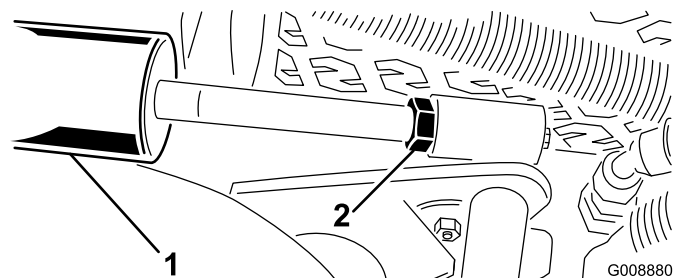

Рисунок 29
- А. Опустите режущие блоки и ослабьте затяжку контргайки на цилиндре (Рисунок 29).